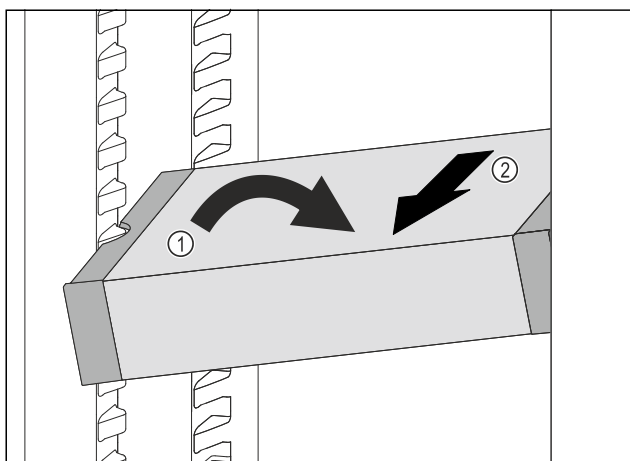

Fig. 99
- Plasser VarioSafe skrått i kjøleskapet. Fig. 99 (1)
- Ta ut VarioSafe ved å trekke den forover. Fig. 99 (2)